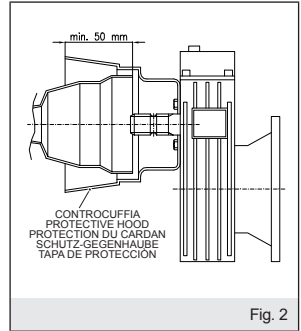

Fig. 2
- la controcuffia di protezione (fig.2) sia presente integra e ben fissata. La controcuffia deve coprire la protezione del giunto cardanico per almeno 50mm e deve impedire il contatto accidentale delle mani con organi in movimento;
- the protective hood (fig.2) is attached, in good order and properly anchored. The hood must cover the P.T.O. guard by at least 50mm and must prevent accidental hand contact with moving parts.
- la contre-coiffe de protection (fig. 2) est présente, intégrée et bien fixée. La contre-coiffe doit couvrir la protection du joint de cardan sur au moins 50 mm et doit empêcher le contact accidentel des mains avec les organes en mouvement;
- die Schutz-Gegenhaube (Abb.2) in unversehrt und gut befestigten Zustand vorhanden ist. Die Gegenhaube muss den Schutz des Kardangelns über mindestens 50 mm abdecken und den unbeabsichtigten Kontakt der Hände mit in Bewegung befindlichen Elementen verhindern.
- los tres puntos de anclaje (fig.2) previstos estén perfectamente fijados y bloqueados con las piezas en equipamiento. Un anclaje no correcto provoca el vuelco de la máquina con grave peligro para el operador.